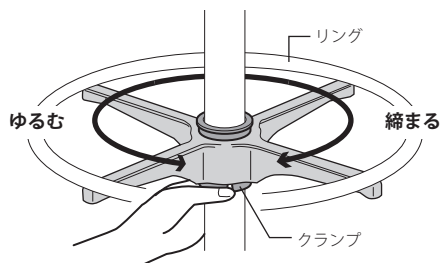

図8
2. 高さが決まりましたらリングを時計回りに回転し締めつけて、しっかりと固定します。(図.8)